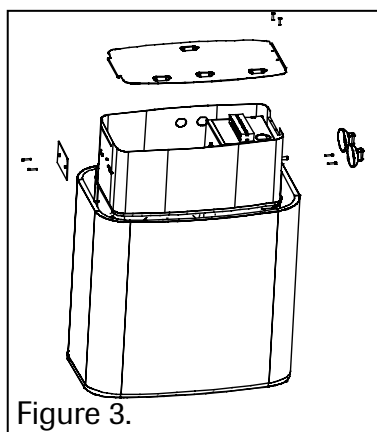

Figure 3.
- Ouvrir les vis de la plaque de recouvrement en option qui se trouvent de l'autre côté de jonction (figure 3).